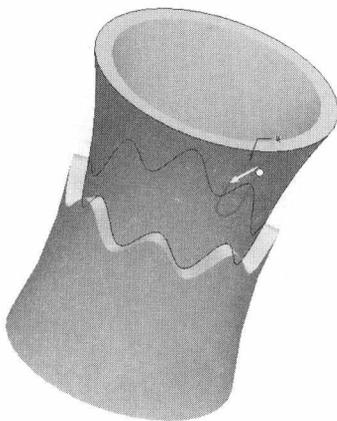

图1-20
- (1) 选中上一步中粘贴的曲面。
- (2) 选择菜单命令【编辑】/【修剪】，然后选取投影曲线。
- (3) 调整修剪曲面方向，效果如图 1-20 所示。
- (4) 单击鼠标中键完成修剪操作。